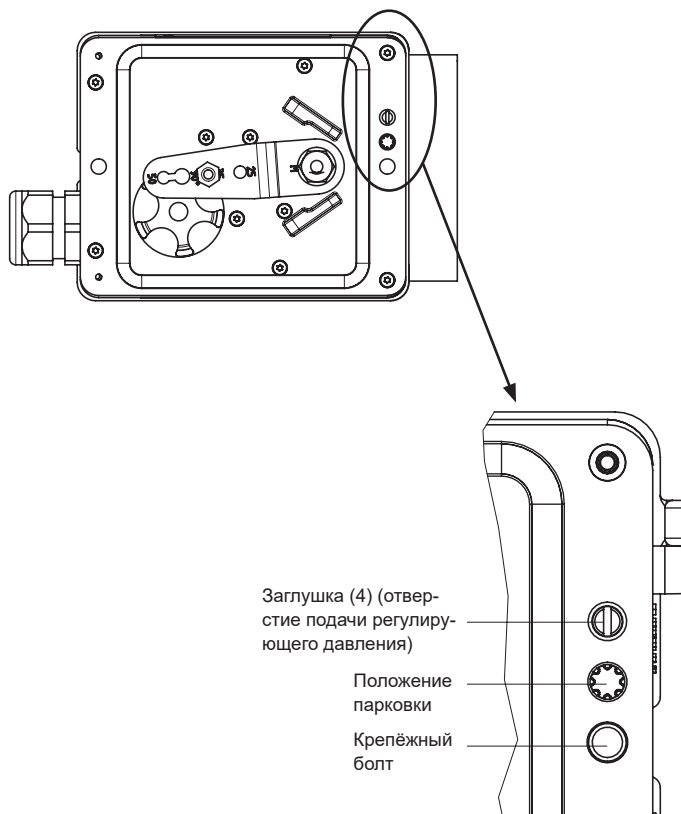

Рис. 9: Отверстия для управляющего давления и положения парковки винтов
1. Установите соединительную плату (6) или кронштейн манометра (7) с манометрами на позиционере, следя за правильностью положения уплотнительных колец (6.1).
2. Вверните резьбовую пробку (4) на задней стороне позиционера в отверстие внизу (положение парковки) (см. Рис. 9) и закройте выход регулирующего давления „output“ на соединительной плате (6) или на держателе манометра (7) пробкой (5) из комплекта принадлежностей.
3. Установите зажим следящего механизма (3) на шток привода, выров-
Если в дополнение к позиционеру на приводе установлен электромагнитный клапан, заднее отверстие подачи регулирующего давления позиционера должно быть закрыто (см. Рис. 9). Для этого выкрутите винт, расположенный в среднем отверстии (положение парковки), и вкрутите его в отверстие подачи регулирующего давления, как показано на рисунке.
→ Для этого вкрутите винт со стороны позиционера в отверстие внизу (положение парковки) (см. Рис. 9, стр. 35).